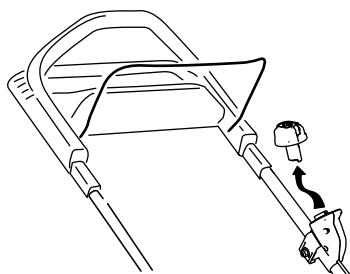

Figura 20
1. Retire el botón de arranque eléctrico (Figura 20).